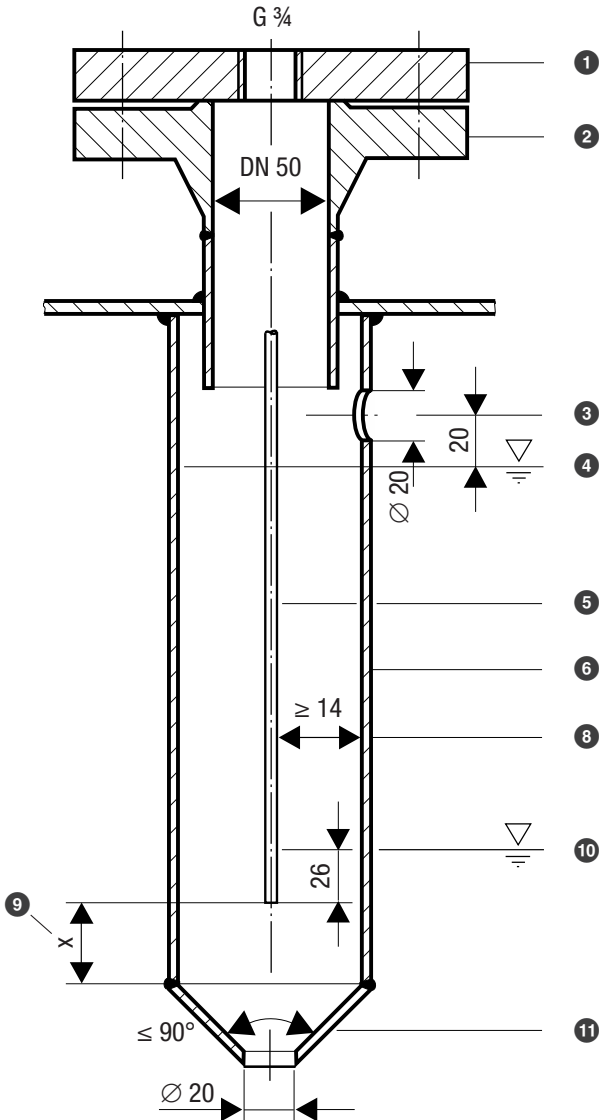
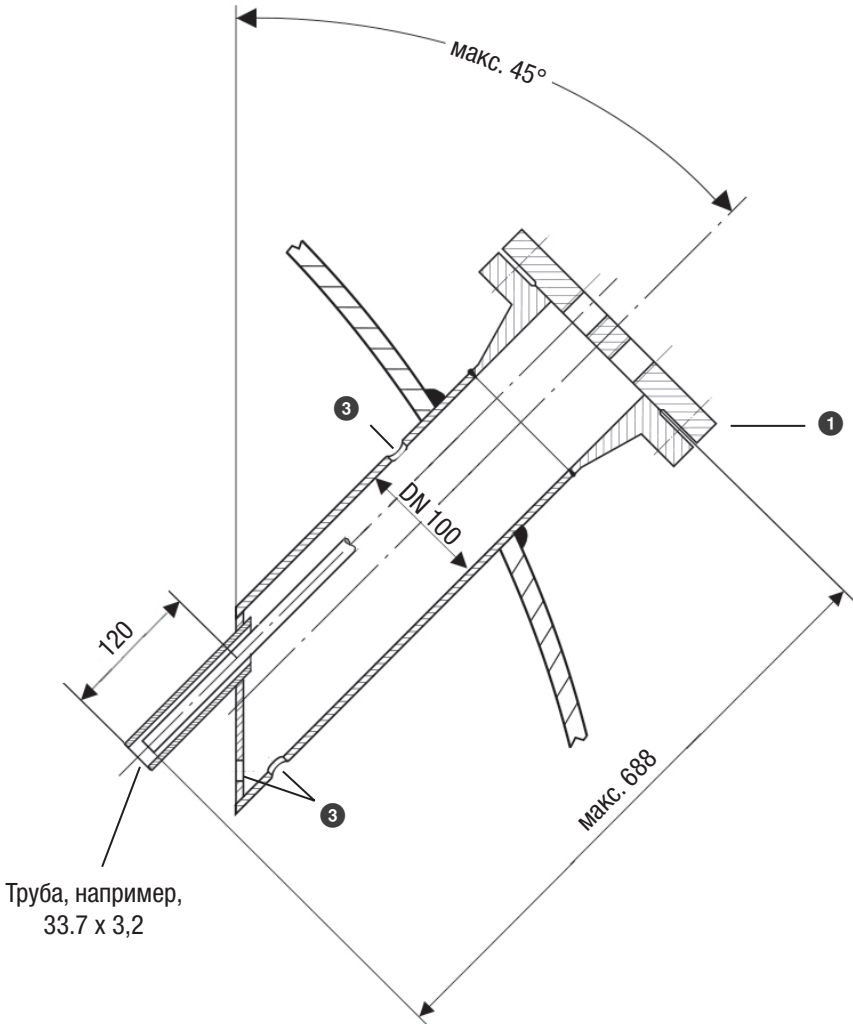

Рис. 9
Рис. 13
- Угол наклона электрода уровня – только при установке на фланце с двумя отверстиями – не должен превышать 45°, при этом длина электродного стержня ограничена максимум 688 мм, см. Рис. 13.
- При монтаже электрода уровня соблюдайте минимальные расстояния, см. примеры монтажа Рис. 9 - Рис. 13.
Пример монтажа с заданными размерами, см. Рис. 9, стр. 25
Обозначения к Рис. 9 - Рис. 13
- 1 Рис. 9, 10 Фланец (PN 40, DN 50) DIN EN 1029-01 (отдельный электрод)